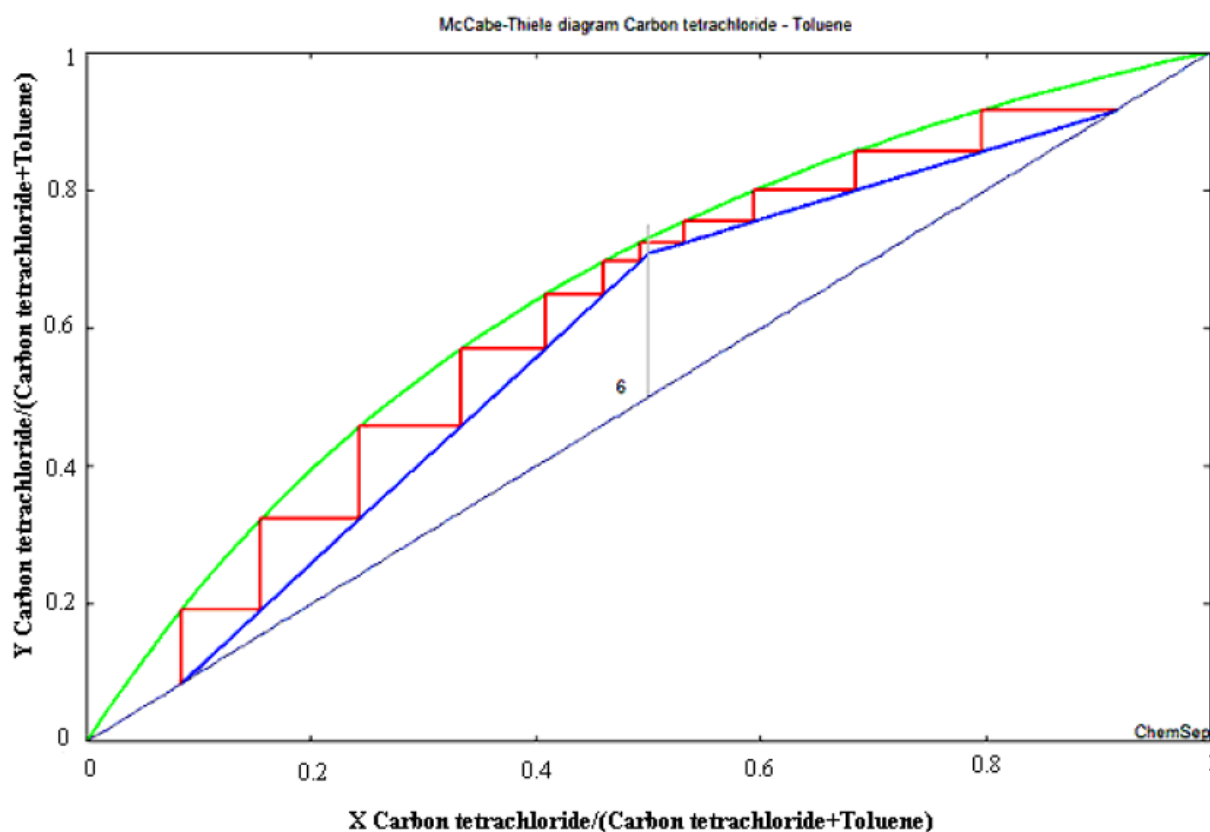

Рисунок 2 – X, Y-диаграмма для бинарной смеси ЧХУ – толуол
- X, Y – диаграмму бинарной смеси (рисунок 2).